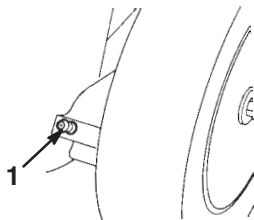

Figure 19
5. Essuyez les graisseurs à l'aide d'un chiffon propre (Fig. 19).